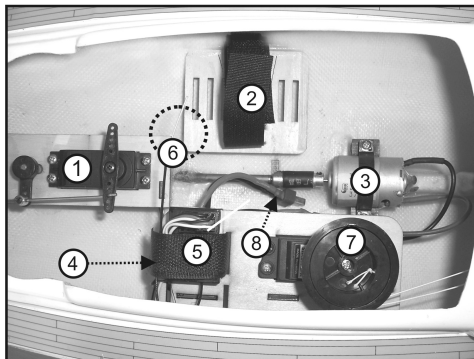

Figure 4
- L'image 4 montre le servo de direction (1), le support pour la batterie de conduite (2), le moteur d'entraînement (3), le régulateur de vitesse (4 ; masqué), le récepteur (5), l'antenne du récepteur (6), le servo des treuil de voiles (7) ainsi que la fiche de raccordement du régulateur de vitesse (8).
- La figure 4, n° 5, montre un emplacement de montage possible pour le récepteur de la télécommande. Vous pouvez fixer le récepteur à l'aide de bande auto-agrippante double face ou d'un serre-câbles.
- Vous pouvez par ex. apposer l'antenne de réception (6), sur une télécommande 2,4 GHz, à l'aide d'un petit morceau de tube, à proximité du récepteur de manière à ce que les trois derniers centimètres de l'antenne soient orientés vers le haut.
Votre modèle réduit est opérationnel dès que l'émetteur est sous tension et que la batterie de conduite a été montée et raccordée sur le support prévu à cet effet à l'intérieur du modèle réduit (voir également figure 4). Le treuil de voiles ne doit alors ni démarrer ni ronfler. Le moteur ne doit pas non plus démarrer.